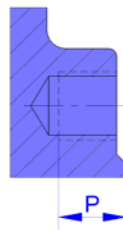

Рис. 2
- Болты, которые вкручиваются в несквозные резьбовые отверстия, должны иметь максимальную глубину резьбовой нарезки (Рис. 2) и не должны соприкасаться торцом с донной частью отверстия. Следующая таблица (Таблица 1) указывает максимальную глубину нарезки отверстий и максимальный момент затяжки болтов при установке задвижки между фланцами: